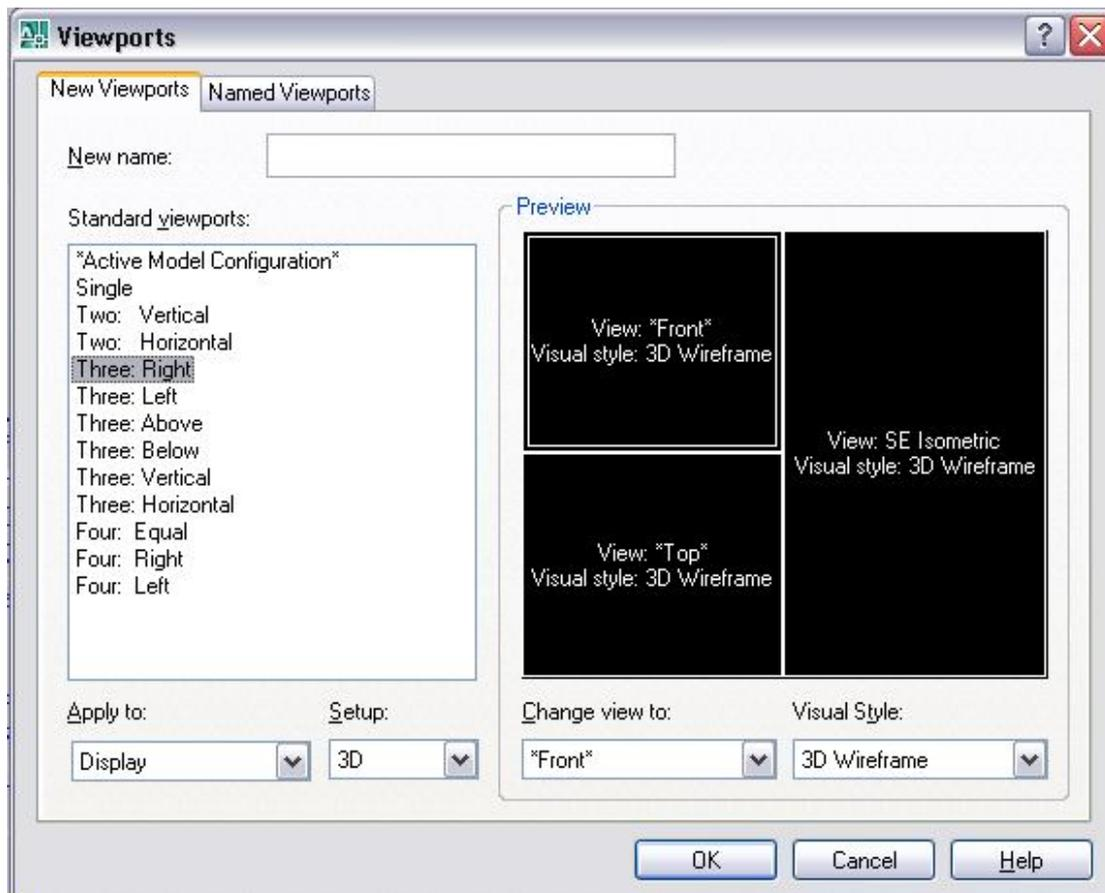

Рис. 21
24. Получаем проекции тела. В командной строке вводим команду **VPORIS** и нажимаем **enter**. В появившемся окне переходим в режим **3D** и выбираем нужное число проекций (см. рис. 21,22).